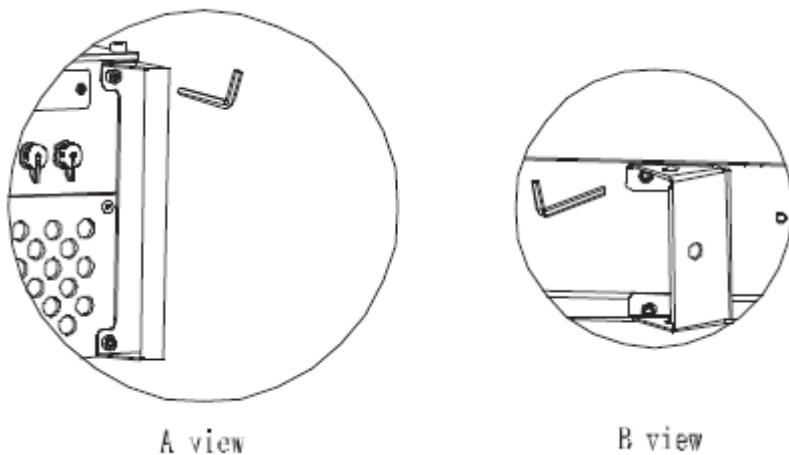

Fig 8.1.1
3. Zdjąć uchwyty z obu stron inwertera jak na rysunku fig.8.1.1 B.